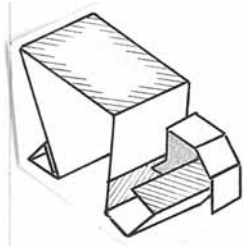

Рис. 5
4. Заготовку стойки (деталь 5) свернуть и склеить в виде центрального треугольника и двух небольших трубочек, примыкающих к нему (рис. 5 и 6).